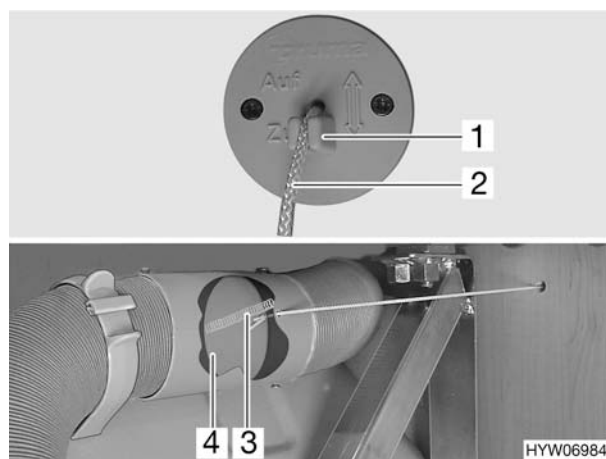

Bild 115 Strangsperr
Die Warmluftverteilung zum Alkoven kann durch die Strangsperr (Bild 115) geöffnet oder geschlossen werden.
- Schnur (Bild 115,2) herausziehen, bis ein leichter Widerstand zu spüren ist, und Schnur in der Klemmung (Bild 115,1) befestigen.
Die Klappe (Bild 115,4) ist geschlossen.
- Schnur (Bild 115,2) aus der Klemmung (Bild 115,1) lösen und langsam zurückführen.
Die Klappe (Bild 115,4) wird durch die Feder (Bild 115,3) geöffnet.